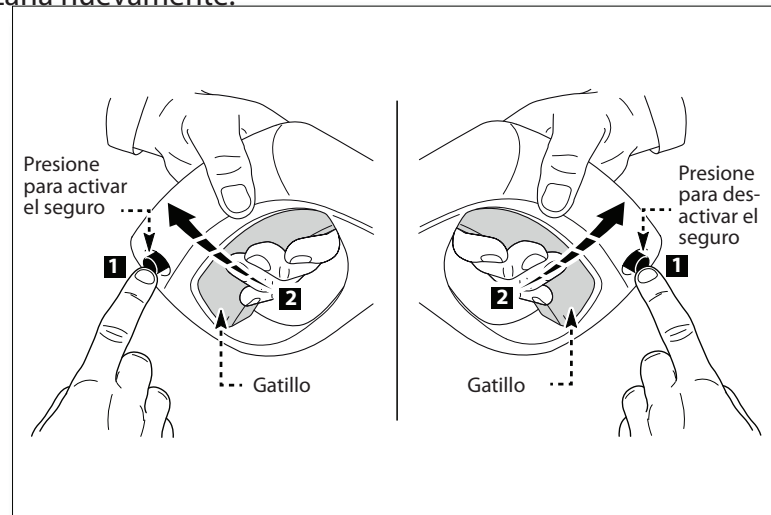

Fig. 7
- Para asegurar el gatillo de la pistola rociadora, apunte lejos de usted y presione el botón de seguridad de derecha a izquierda, (Fig. 7.), luego, presione el gatillo para asegurarse de que este no se mueva. Asegure siempre este botón cuando la unidad no se encuentre en uso. Esto le garantizará que la pistola está en modo "seguro" hasta utilizarla nuevamente.